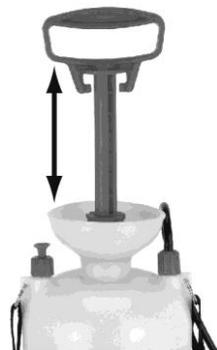

fig. 3
2. Soulevez la poignée de la pompe et actionnez-la jusqu'à ce que vous sentiez une résistance (Fig. 3).